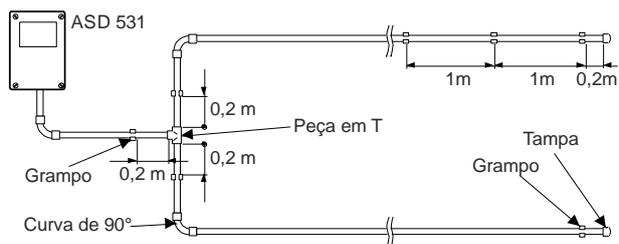

Fig. 32 Curvas de 90°, ponto de ramificação
Se a instalação for em linha reta, a dilatação linear pode atingir, ao longo de todo o comprimento da conduta de aspiração (40 m), dentro da variação térmica admissível (20 °C), até **80 mm**. Por isso, é indispensável garantir que a conduta de aspiração pode «trabalhar» (deslizar) dentro dos grampos/braçadeiras de fixação. Por isso, do último grampo/braçadeira de fixação até à tampa da extremidade tem de se guardar uma distância de 100 mm (0,1 m). Veja também Fig. 32
- A partir dos pontos de ramificação da conduta de aspiração, a partir da peça em T até aos grampos tem de haver uma distância mínima de 0,2 m, Fig. 32.